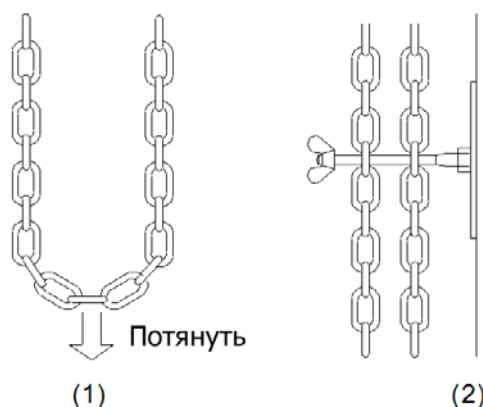

Рис. 9. Использование цепного редуктора
- Во время использования цепного редуктора световой индикатор закрывания на блоке управления будет мигать, после чего привод может не реагировать на нажатия кнопок. В таком случае потяните за цепь (см. рис. 9), будет выполнен сброс и блок управления включит привод. Световой индикатор закрывания погаснет.
- Очень важно надежно зафиксировать цепь, как показано на рис. 9.